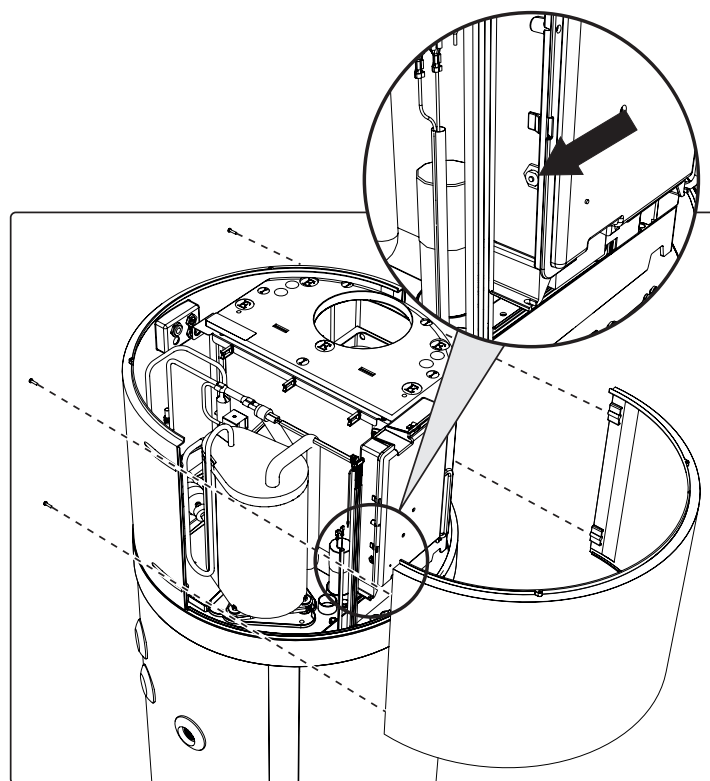

fig. 46 - Remoção do painel frontal
- Remova o painel frontal e restabeleça manualmente o termóstato de segurança que interveio (fig. 46). Em caso de in-